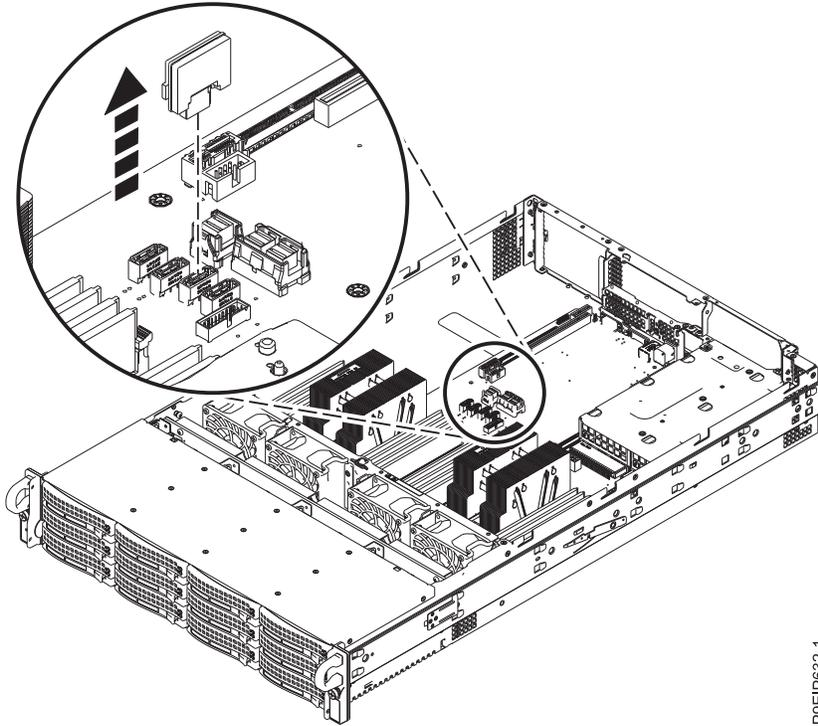

Figura 9. Extracción de una DOM
4. Extraiga la DOM de la placa posterior del sistema, como se muestra en la Figura 9 en la página 11.